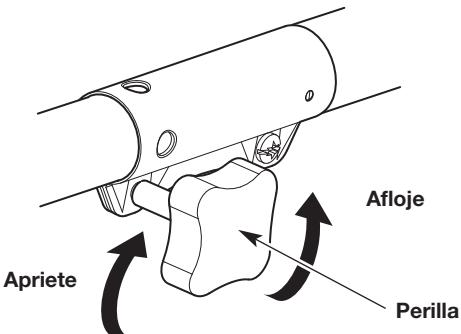

Fig. 4
- Gire la perilla en el sentido contrario a las agujas del reloj para aflojar el acoplador (Fig. 4).
- Gire la perilla en el sentido de las agujas del reloj para apretar el acoplador (Fig. 4).